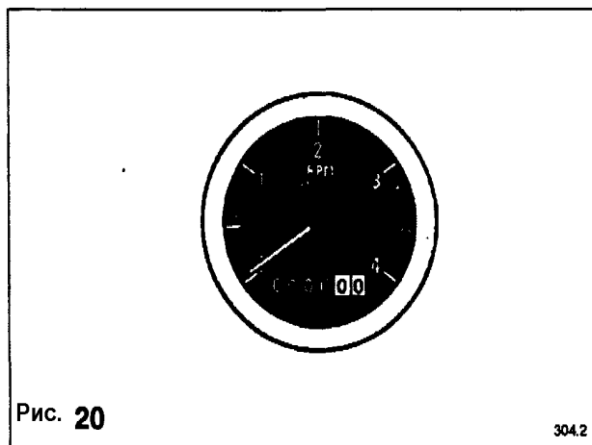

Рис. 20
Опыт показывает что втулки зажимного конуса, установленные в шкивах вентилятора и ведомом шкиве аккумуляторного генератора, развинчиваются вскоре после начала эксплуатации. С помощью шестиугольного ключа постепенно и по очереди затяните винты (1) пока все они не будут затянуты до требуемого момента (см. **Моменты затяжки на стр 12-14**), более полную информацию о втулках зажимного конуса см. в **разделах В2 и D1 Заводского Руководства**. Прежде чем запустить двигатель, установите на место все снятые защитные устройства. (см. **рис.20**).